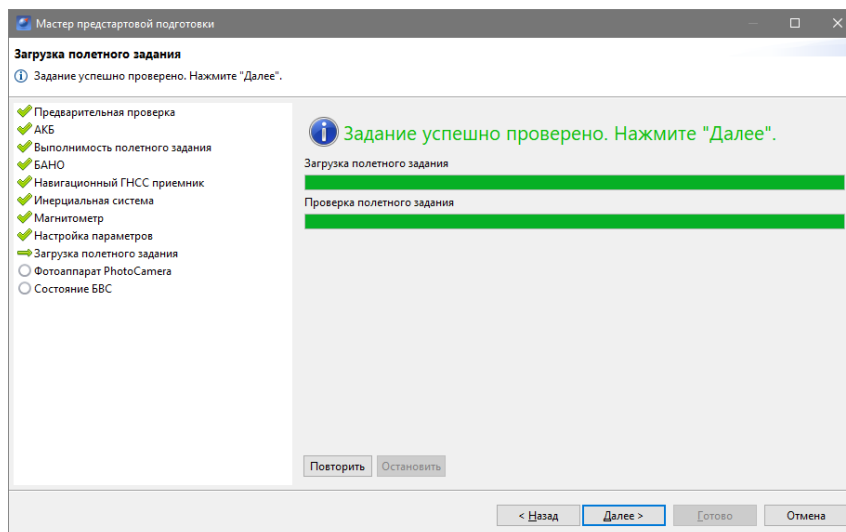

Рис. 108: Загрузка полетного задания
- **Загрузка полетного задания.** На данном этапе происходит отправка полетного задания на автопилот и его проверка (рис. 108);